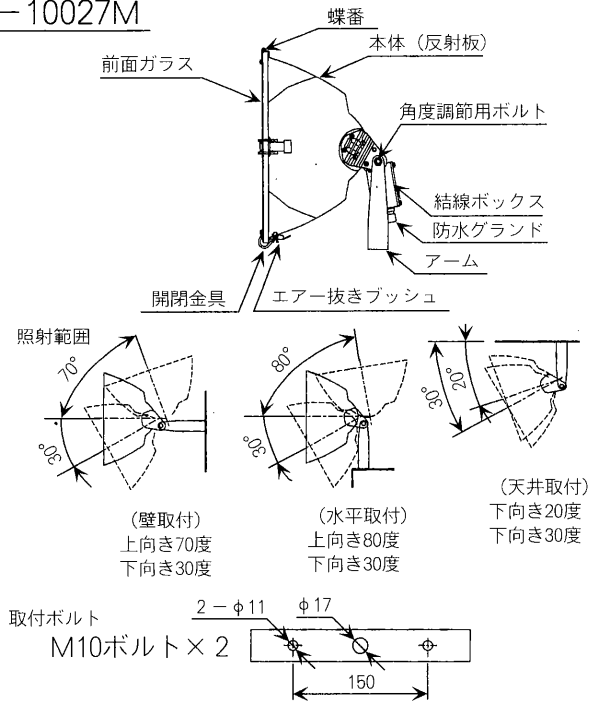

図 1
- 投光器は構造物の取り付け面に図1に示す取付ボルトを使用して照射方向に合わせてアームを確実に締め付けてください。取付ボルトは予め照射方向に合わせて施工してください。
- 投光器の照射角度は図1の範囲内で使用してください。